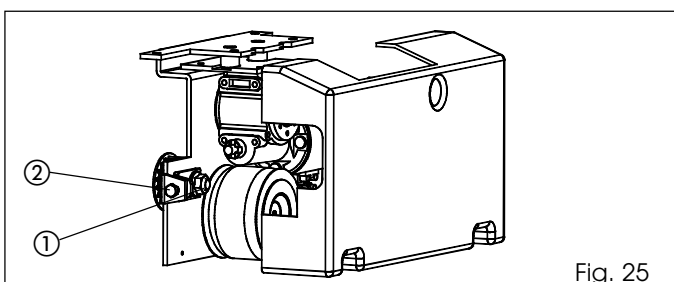

Fig. 25
- Allentare il dado (fig. 25 rif. ①).
- Avvitare il bullone di fig. 25 rif. ② per tendere la cinghia o svitarlo per allentarla.
- Una volta regolato il tensionamento stringere il dado (fig. 25 rif. ①).